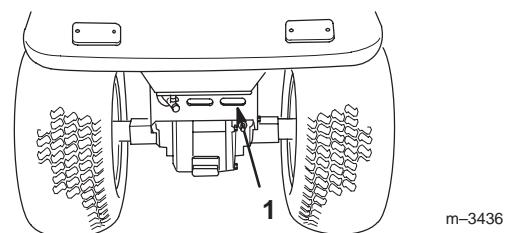

Figure 11
9. Enlevez les débris qui se trouvent sur le couvercle de la boîte-pont (Fig. 11).